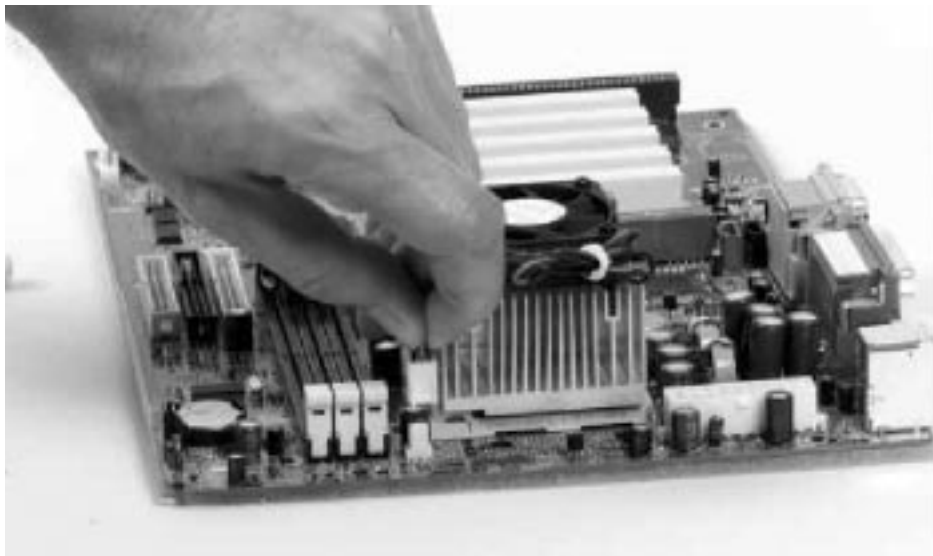

Figura 20. Collegamento del cavetto di alimentazione del ventilatore nel connettore della scheda madre.
20. Dopo l'installazione del dissipatore, il passo successivo è il collegamento del ventilatore. La Figura 20 mostra il cavo del ventilatore del dissipatore inserito nel connettore della scheda madre recante la scritta "CPU FAN". Questo connettore dispone di una guida che indica l'unica maniera di installazione del cavetto di alimentazione. Nel caso in cui non sia presente la scritta "CPU FAN" sulla scheda, consultare il manuale della scheda madre per sapere qual è il punto di collegamento del ventilatore.
Nella Figura 20, notare anche come i cavi in eccesso siano ordinatamente raggruppati e si trovino al di fuori della portata del flusso d'aria necessario al ventilatore. In caso di ostruzione al flusso di aria fresca, il ventilatore non potrà funzionare correttamente.